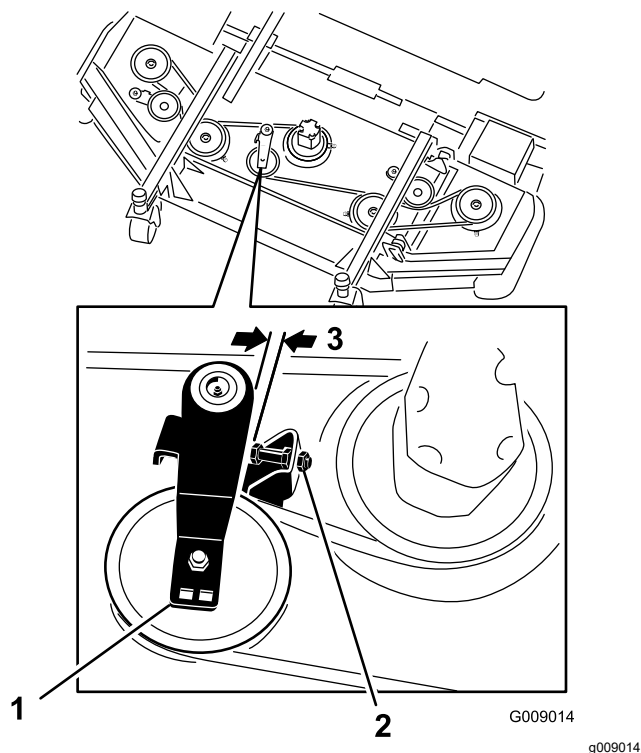

Figura 93
3. En la carcasa delantera central, afloje las contratueras del tornillo de tope de la polea tensora y enrosque el tornillo de tope en el soporte (Figura 93).
4. Con una llave de carraca u otra herramienta similar, aleje la polea tensora de cada carcasa lateral de la correa de transmisión para aliviar la tensión de la correa y poderla retirar de la polea de la carcasa lateral (Figura 93).